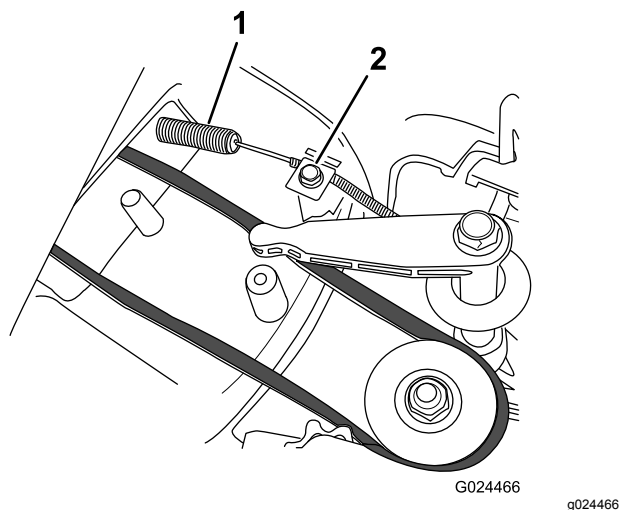

Figure 33
4. Montez le câble de frein de lame neuf, mais ne serrez pas le collier au sommet du carter de la tondeuse (Figure 33).
5. Desserrez la vis du serre-câble (Figure 33).